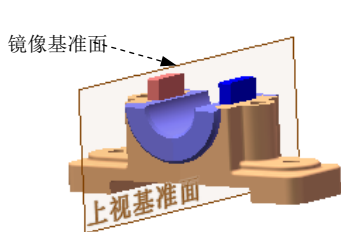

图 4.12.11 镜像滑块零件
Step5. 镜像上步添加的滑块零件，如图 4.12.11 所示。选择下拉菜单 **插入(I)** →  **镜向零部件(R)** 命令，系统弹出“镜向零部件”窗口；在设计树中选取零件右视基准面为镜像基准面；选取上一步添加的滑块零件为要镜像的零部件；单击  按钮，完成滑块的镜像。